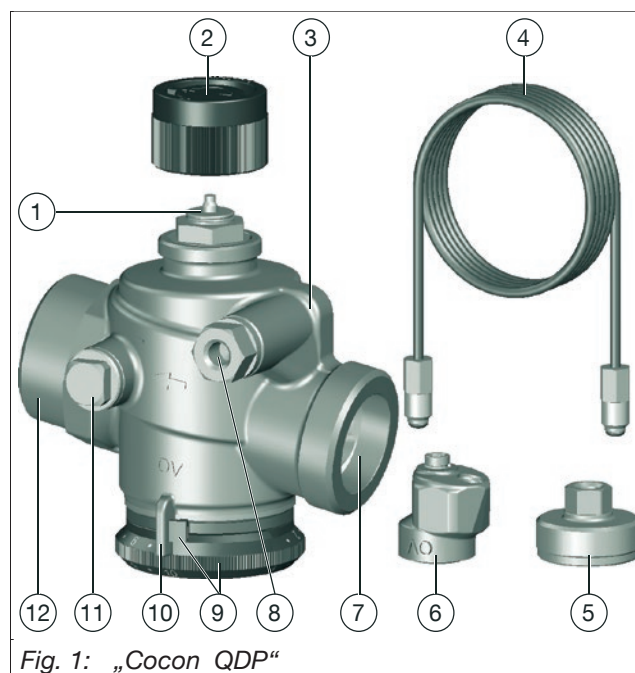

Fig. 1: „Cocon QDP“
(1)	Retur
(2)	Tur
(3)	Instalație
Regulatorul de presiune diferențială „Cocon QDP” în stare montată permite golirea, umplerea și aerisirea segmentelor de instalație. Pentru aceasta se utilizează un robinet sferic de umplere și golire (accesoriu, cod art. 1060191), care se conectează la racordul F ¼ de pe latura de evacuare a armăturii (vezi poziția (11) din fig. 1).